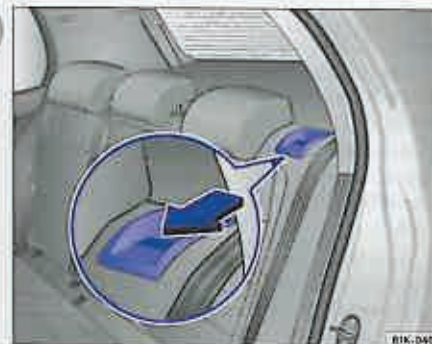

Fig. 71 Bancheta din spate: Deblocarea spătarului banchetei.
- Trageți în față tasta de deblocare ⇒ fig. 71 din spătar, în sensul indicat de săgeată.